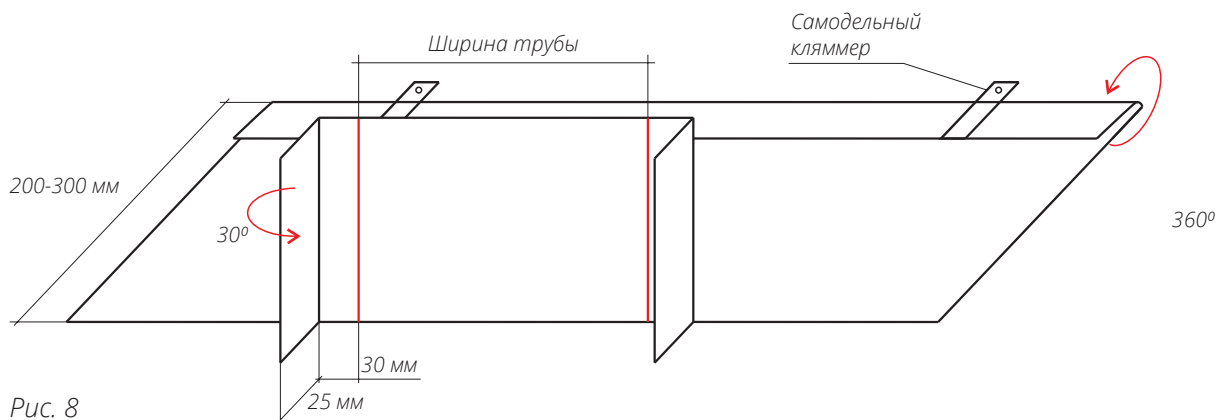

Рис. 8
- Подготовьте Планку примыкания верхнюю исходя из развертки (рис. 8).